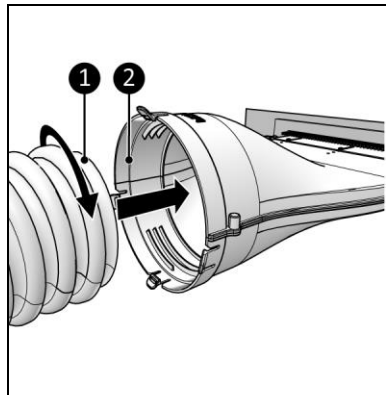

Figure 8
- Avec un système à rotation, pour un tuyau sans collier (Figure 8, pos. 1).
1. Ins rez le tuyau de climatisation (Figure 8, pos. 1) dans la partie principale (Figure 8, pos. 2) et serrez.